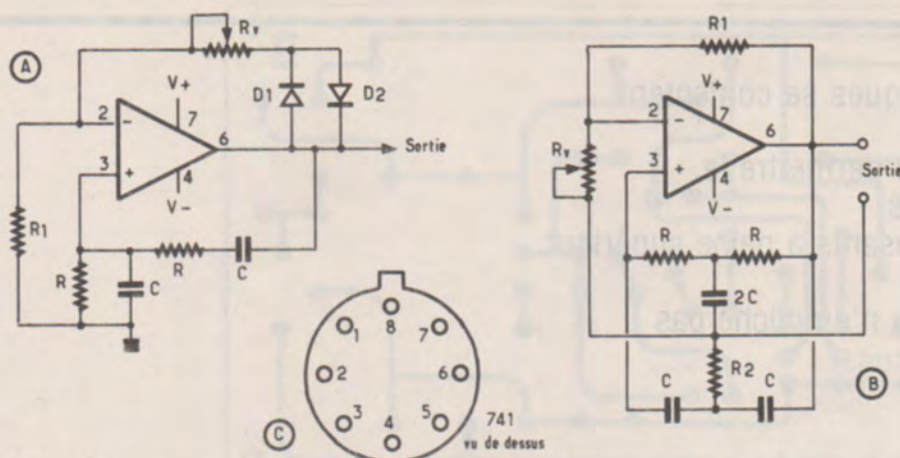

Figure 11
Voici d'abord, à la figure 11, en (A), un oscillateur en pont de Wien, sur laquelle on identifie aisément, les réseaux série et parallèle RC.